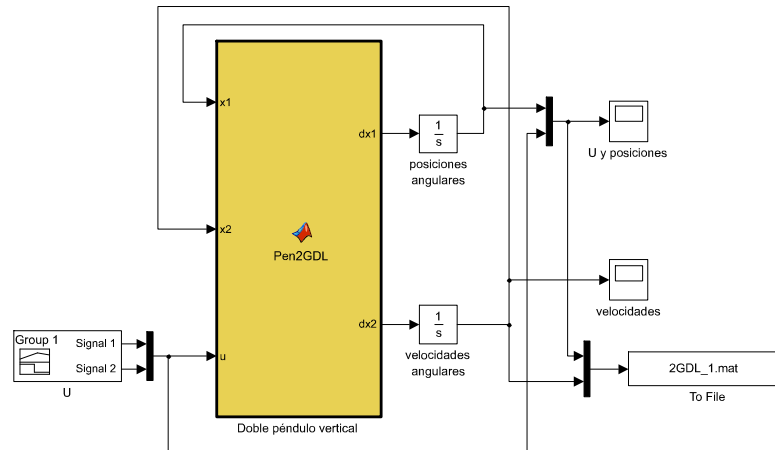

Figura 12. Diagrama de bloques del modelo del péndulo vertical de 2GDL en Simulink.
La simulación se realizó en el programa Simulink de Matlab, el programa se muestra en la Figura 12, en donde se utilizó un bloque de *Matlab Function* llamado “Pen2GDL” para implementar el modelo mostrado en (11). El código de dicho bloque con la sintaxis de Matlab se muestra a continuación.